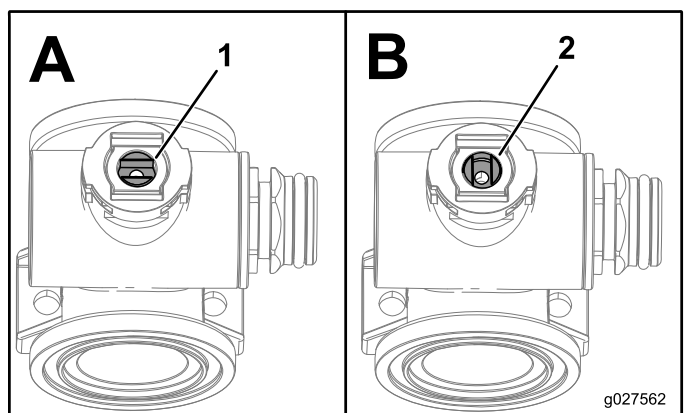

图117
1. 将阀杆放置到一个封闭的位置 图117。
3. 旋转阀杆使球阀处于打开位置 图117。
7. 转动阀杆总成关闭阀门 图117。